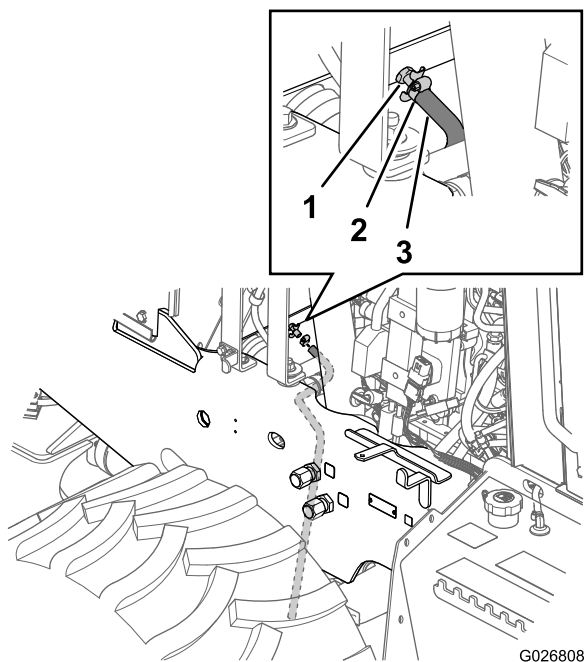
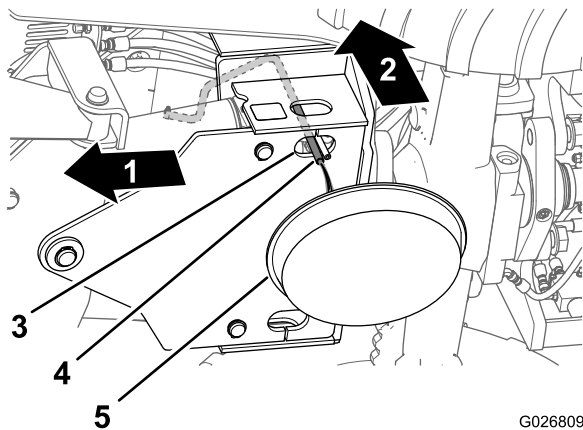
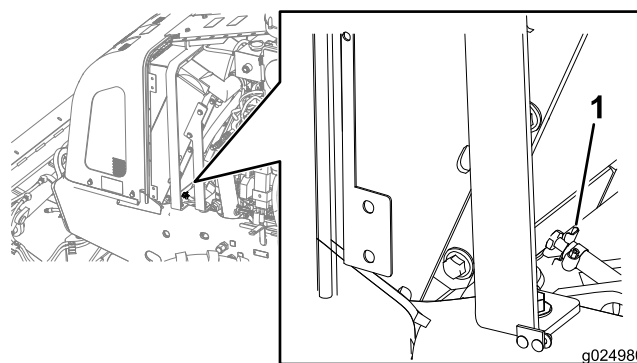

Figura 99
Figura 100
Figura 101
4. Inserite un tubo flessibile resistente al refrigerante di 3/8 x 30 poll. sopra all'uscita per la valvola di spurgo nel radiatore (Figura 99).
5. Fissate il flessibile alla valvola di spurgo con una fascetta stringitubo (Figura 99).
6. Disponete il flessibile in basso e attraverso il foro nella piastra di montaggio inferiore per la lama livellatrice (Figura 100).
7. Posizionate una bacinella di spurgo con una capacità minima di 23 litri sotto l'estremità aperta del tubo di spurgo (Figura 100).
9. Chiudete la valvola di spurgo (Figura 101).
10. Rimuovete il tubo di spurgo e la fascetta (Figura 99 e Figura 100).
- A. Accertatevi che il refrigerante sia completamente defluito dal radiatore e che la valvola di spurgo sia chiusa (Figura 101).
- D. Aprite la valvola di spurgo e fate defluire la soluzione detergente in una bacinella (Figura 99 e Figura 101).
- E. Chiudete la valvola di spurgo (Figura 101).
- C. Aprite la valvola di spurgo (Figura 101) e fate defluire l'acqua in una bacinella.